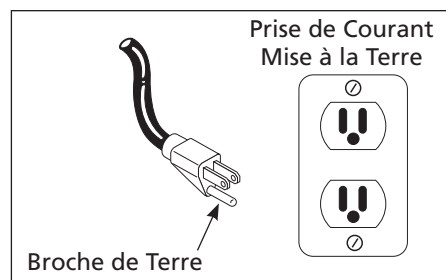

Figure 4 - Méthode de Mise à la Terre
- Ce produit est conçu pour l'utilisation d'un circuit de 120 volts et a une fiche de mise à la terre comme celle indiquée sur la Figure 4. S'assurer que l'appareil est branché à une prise de courant qui a la même configuration que la fiche. Ce produit doit être mis à la terre. Dans l'événement d'un court-circuit, la mise à la terre diminue le risque de secousse électrique en fournissant un fil d'échappement pour le courant électrique. Ce produit est équipé avec un cordon qui a un fil de terre avec une fiche de terre. La fiche doit être branchée dans une prise de courant qui a été installée et mise à la terre correctement en respectant tous les codes et règlements locaux.